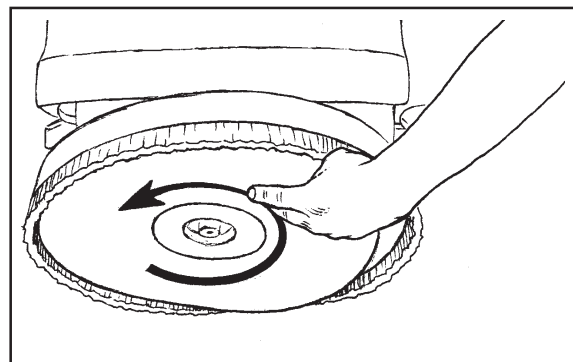

Abb. 20
2. Heben Sie den Bürstenkopf an, indem Sie den Hochstellschalter für die Bürsten drücken und festhalten, bis der Bürstenkopf seine höchste Position erreicht und ganz rotiert ist (siehe Abb. 20).
5. Drücken Sie die Bürste hoch und rotieren Sie sie entgegengesetzt zur Schrubbrichtung, bis die Nasen einrasten (siehe Abb. 20).